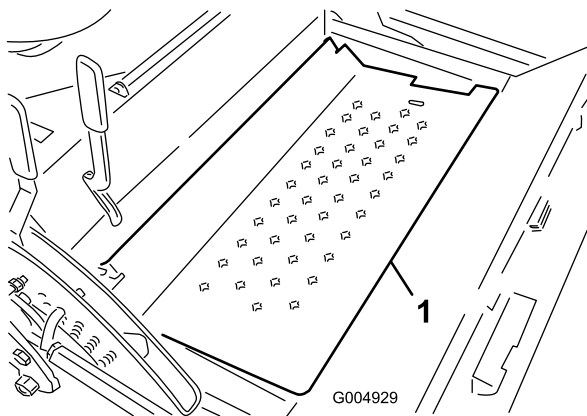

Figura 98
13. Ruotate per aprire il pianale (Figura 98) e fissate con l'asta di supporto.